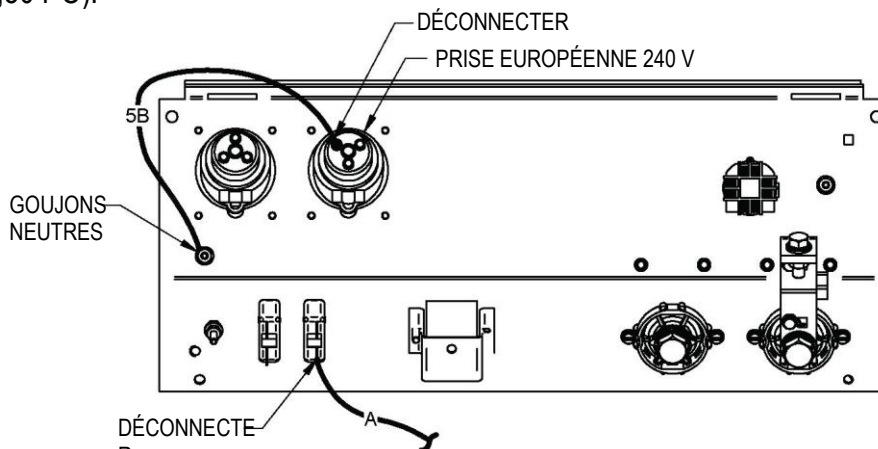

FIGURE 2
4. CONFORMÉMENT À LA FIGURE 2, DÉBRANCHEZ LE FIL 5B DE LA PRISE EUROPÉENNE 240 V. DÉBRANCHEZ LE FIL DU STATOR « A » DU DISJONCTEUR.